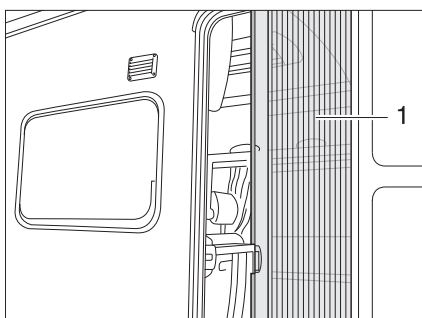

Fig. 24 Moustiquaire
- Tirer jusqu'au bout la moustiquaire par la barrette (Fig. 24,1).
- Remettre la moustiquaire en position initiale en la poussant par la barrette (Fig. 24,1).